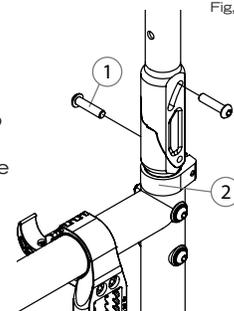

Fig. 12
- Allentate la vite (1) (Fig. 12) e rimuovete la vite (2) dal dispositivo di livellamento.
- Installate di nuovo la vite (2) e stringete entrambe le viti per adattarle strettamente.